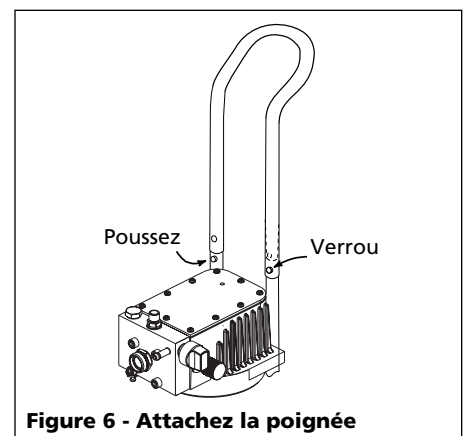

Figure 6 - Attachez la poignée
- Tenez vous derrière l'appareil et penchez-vous sur la poignée pour agripper les extrémités au bas de la poignée. En utilisant le pouce et l'index, enfoncez les mousquetons Valco et poussez délicatement vers le bas sur la poignée jusqu'à ce qu'elle commence à s'encliqueter. Déplacez alors les mains au-dessus de la poignée et poussez jusqu'à ce qu'elle repose jusqu'en bas (Voir la Figure 6).